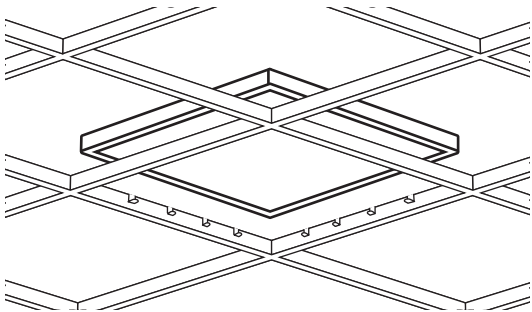
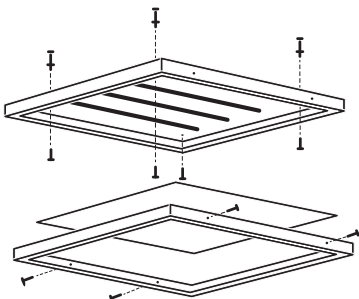

Рис. 1 Схема монтажа в потолок
Рис. 2 Схема накладного монтажа
- 1.6 Светильник предназначен для встраиваемого монтажа в потолки типа «Грильято» (см. рис. 1), а также на любые ровные поверхности накладным способом (см. рис. 2).
- 8.2 **Встраиваемый монтаж** в потолок типа «Грильято» производить согласно Рис.1
- 8.3 **Накладной монтаж** производить согласно Рис.2